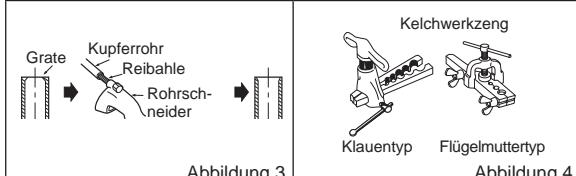

Abbildung 3
- Entfernen Sie sorgfältig alle Grate vom abgeschnittenen Rohrquerschnitt. (Abbildung 3)